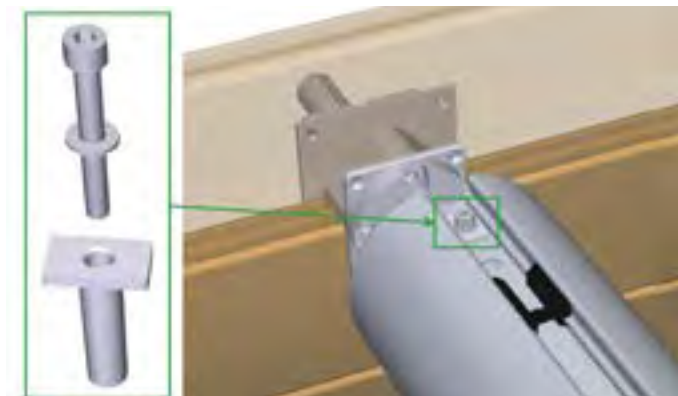

Figura 42 – Bloccaggio dell'albero nell'asse della copertura automatica
Bloccare l'albero in posizione nell'asse (*Figura 42*) utilizzando una cannula di plastica, una rondella da 8 mm e una vite a brugola 8 x 65 A4 SS (inclusa con l'asse di copertura).
Le fasi di assemblaggio della trave sono illustrate in **Figura 42**. Le viti necessarie per il montaggio sono racchiuse nella busta Y. In questa figura, la parete in legno si trova tra le parti 7 e 8, e il rivestimento è inserito tra le due guarnizioni in gomma (7).